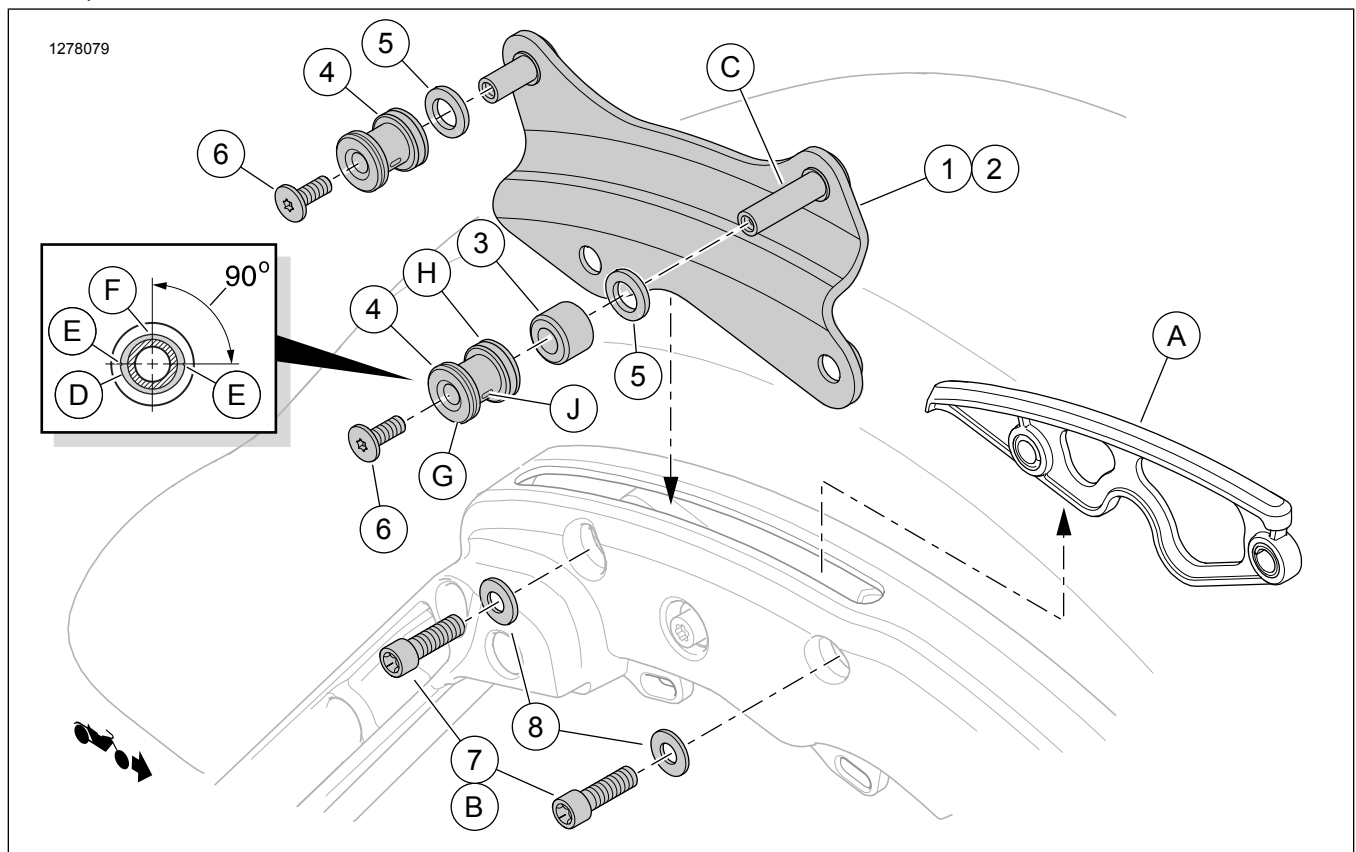
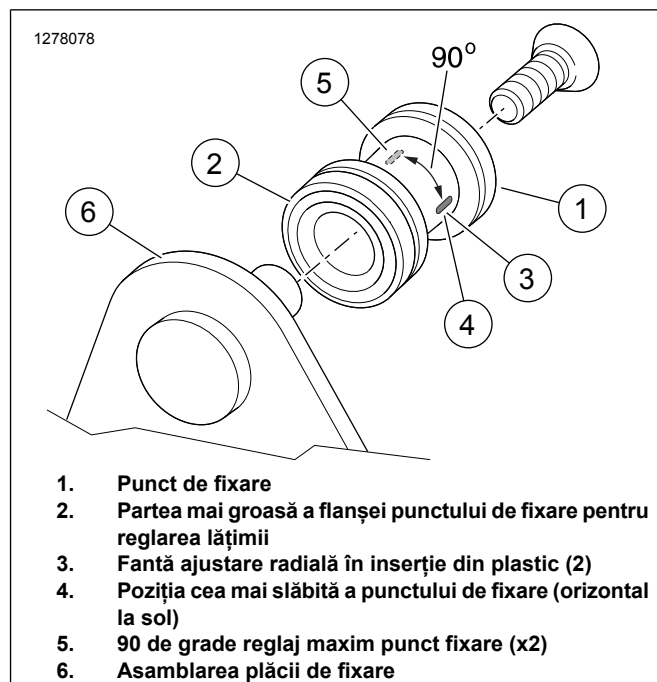

Figura 1. Conținut kit: Kit montare suport fixare regulabil detașabil în patru puncte
Figura 2. Instalare punct de fixare
- Consultați Figura 1 . Scoateți două șuruburi (B) din suportul genții de pe fiecare parte.
- Ridicați inserturile capacelor sloturilor (A) din locașul lor.
*Consultați Figura 1 . Nu instalați distanțierele de ajustare a lățimii (5) în acest moment.*
- Glisați un distanțier (3) pe bolțul lung (C) al fiecărei plăci de fixare.
- Glisați mai întâi o flanșă (4), **mai groasă (H)**, pe fiecare bolț al plăcii de fixare.
- Montați șuruburile (6) în bolțurile plăcii de fixare.
- Consultați Figura 2 . Rotiți fiecare punct de fixare pentru a poziționa creștăturile orizontal (4).
Consultați Figura 2 .
- Consultați Figura 1 . Scoateți șurubul (6) și punctul de fixare (4) din toate cele patru bolțuri ale plăcii de fixare.
c. Glisați mai întâi o flanșă (4), **mai subțire**, pe fiecare bolț al plăcii de fixare.
d. Aplicați 2 sau 3 picături de etanșant pe filetul fiecărui șurub (6). Montați șuruburile.
e. Consultați Figura 2 . Rotiți fiecare punct de fixare pentru a poziționa creștăturile orizontale (4). Strângeți nu foarte puternic șuruburile.
a. Consultați Figura 1 . Scoateți toate componentele din toate cele patru bolțuri ale plăcii de fixare.
b. Instalați distanțiere de ajustare a lățimii (5) la fiecare punct de fixare.
c. Glisați un distanțier (3) pe bolțul mai lung (C) al fiecărei plăci de fixare.
e. Aplicați 2 sau 3 picături de etanșant pe filetul fiecărui șurub (6). Montați șuruburile.
f. Consultați Figura 2 . Rotiți fiecare punct de fixare pentru a poziționa creștăturile orizontale (4). Strângeți nu foarte puternic șuruburile.
*Poziția (5) este poziția cea mai strânsă pe care o pot atinge punctele de fixare. Poziția (4) este poziția cea mai largă pe care o pot atinge punctele de fixare.*
a. Slăbiți șuruburile (6).
b. Consultați Figura 2 . Rotiți punctele de fixare (1) depărtându-le ușor de orizontală (4).
d. Continuați să rotiți ușor spre verticală (5) depărtând de orizontală (4) până când se obține o fixare etanșă la fiecare.
5. Consultați Figura 1 . Strângeți șuruburile plăcii de fixare (6). Strângeți.